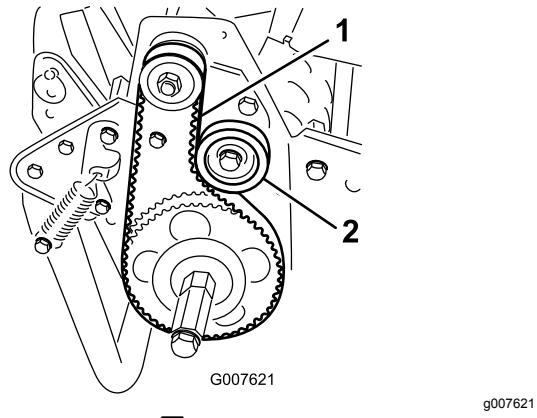

图44
2. 使用 1822N 的作用力按压两皮带轮 图44 中间部位的皮带检查皮带的张紧力。
- A. 松开支轮皮带轮安装螺母并紧贴着皮带背面顺时针旋转怠轮皮带轮直至达到所需的皮带张紧力 图44。